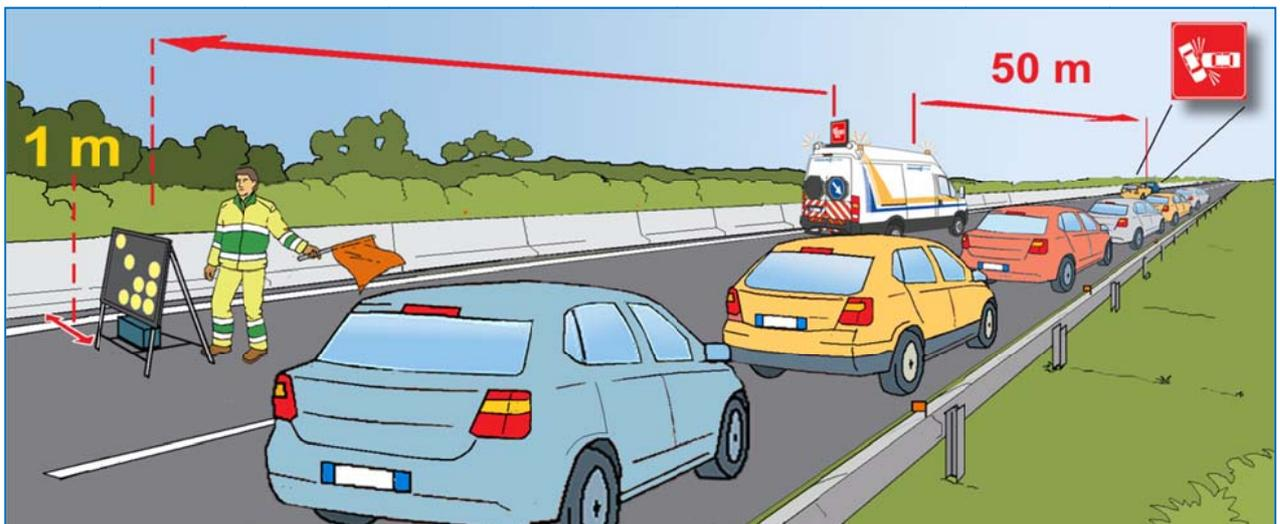

Fig. 23
- ↳ posizionare e attivare la freccia direzionale circa 50m prima del mezzo e a circa 1 m dal margine della carreggiata, per indicare al traffico sopraggiungente la corsia o la porzione di carreggiata libera (fig.23)